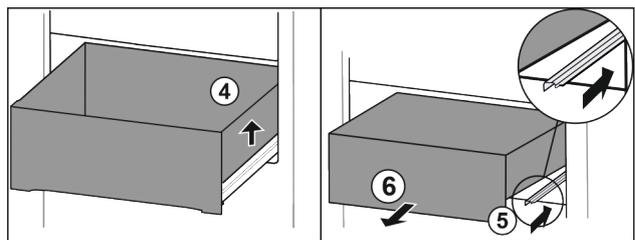

Fig. 35
► Soulever le tiroir sur la droite. Fig. 35 (4)
► Rentrer le rail de droite. Fig. 35 (5)
► Retirer le tiroir par l'avant. Fig. 35 (6)